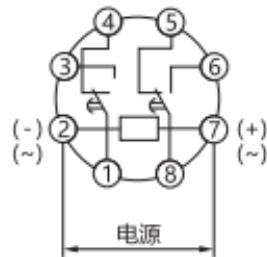
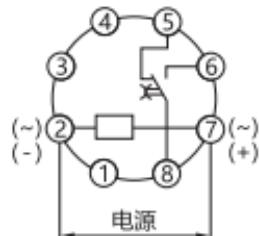

图5 JSZ3A-接线图
图11 JSZ3R(220V/
5.1 产品的接线图：见图5~图11，工作时序图：见图12。